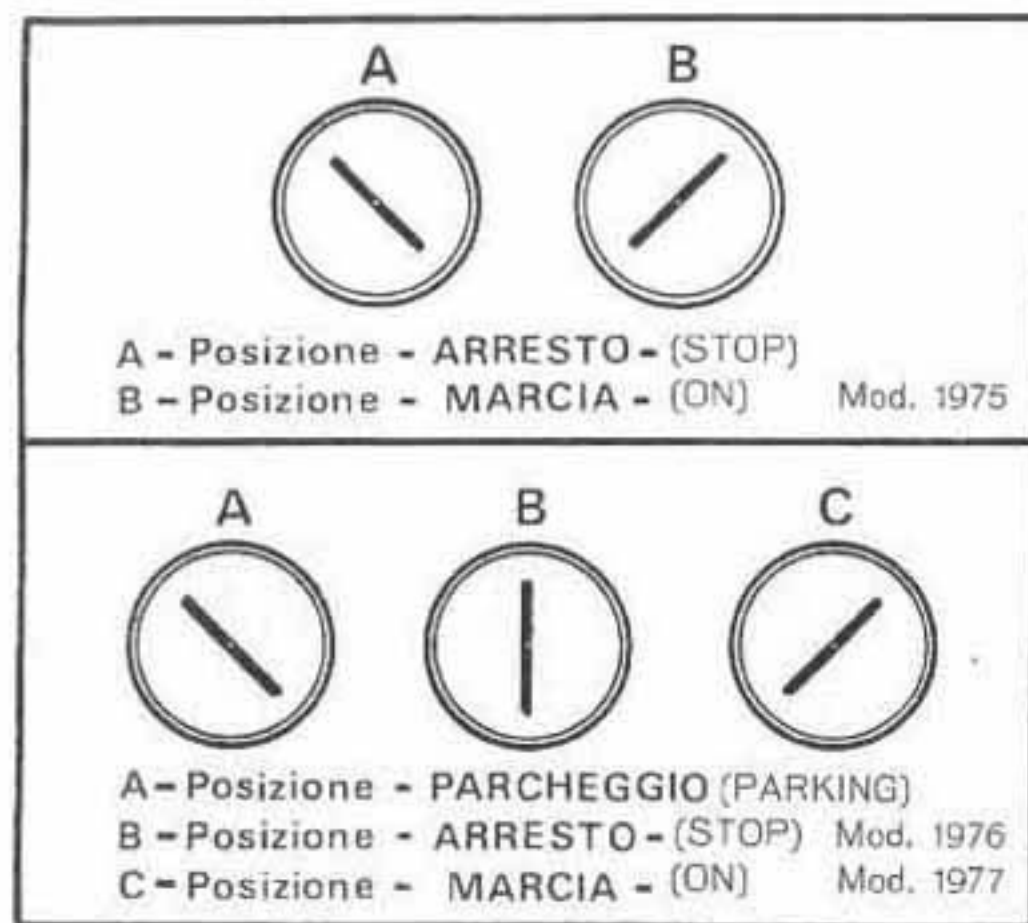

Fig. 42
**5) Interruttore chiave (vedi fig. 42)**
**5) Key switch (see fig. 42)**